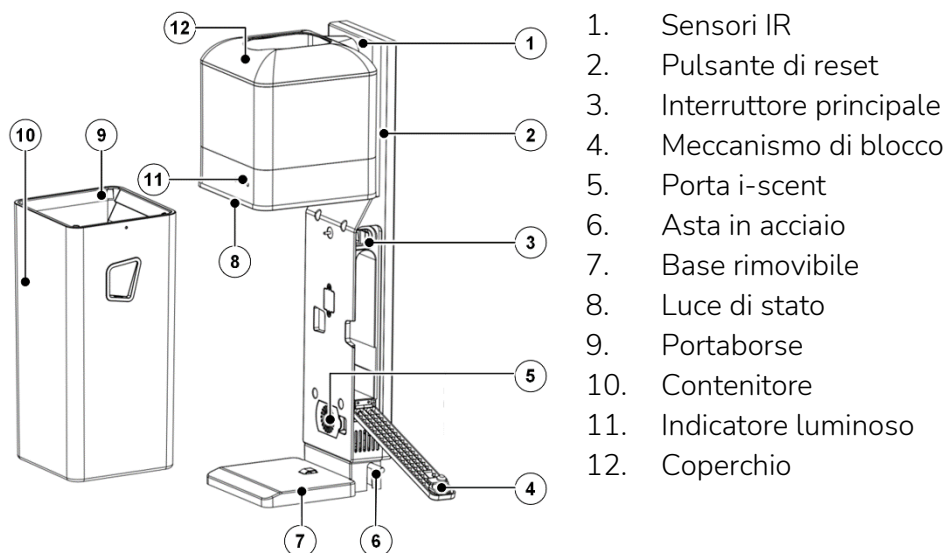

Figura 3
- La parte inferiore, il contenitore, si veda Figura 3.